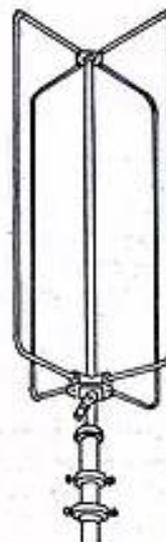

Fig. 12. — Antenne à capacité terminale.
**L'antenne en V.** Comme son nom l'indique, elle a la forme d'un V et se compose de deux brins reliés ensemble à l'une de leurs extrémités. Le V est évidemment plus ou moins ouvert suivant l'écartement des supports. La figure 12 représente la réalisation d'une telle antenne, ici deux supports naturels sont employés, en l'espèce deux maisons, un mâl complète l'installation. Les deux brins peuvent être d'inégales longueurs, mais obligatoirement, la descente doit se trouver à la pointe. Le meilleur rendement de ce type d'aérien est pour les émetteurs situés côté pointe du V.
**Antenne à capacité terminale.** Ce type d'antenne était popularisé jadis par une sphère métallique émergeant des toits. De nos jours, elle est constituée par des fils ou des tubes en forme de cage. La figure 12 représente l'antenne 8001 Dielestral de DIELA. Cette antenne démontable est constituée par quatre éléments tubulaires en duralinox AG3, tubes de diamètre 10/12 mm. Les tubes sont fixés par l'intermédiaire de raccords en alpax sur un support central de 28 x 30 mm. Isolement par ogive et bague en rilsan.